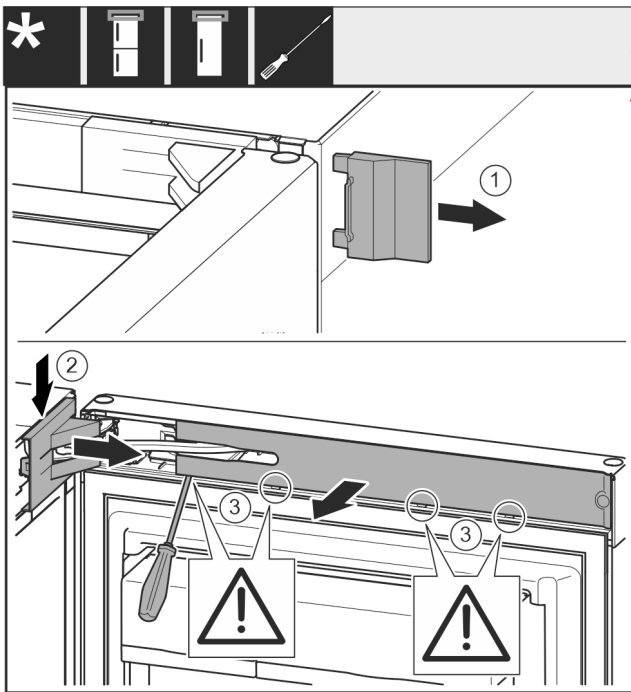

Fig. 10
- Rimuovere la copertura Fig. 10 (1).
- Disinnestare e allentare la copertura del blocco di supporto Fig. 10 (2).
- Rimuovere la copertura del blocco di supporto Fig. 10 (2).
- Disinnestare la maschera Fig. 10 (3) con un cacciavite a intaglio e ruotarla lateralmente.